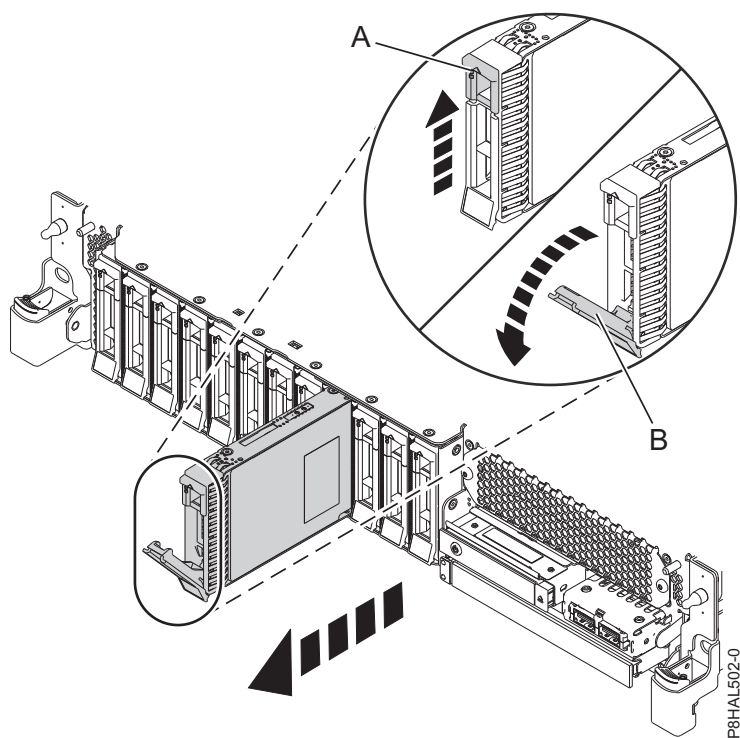
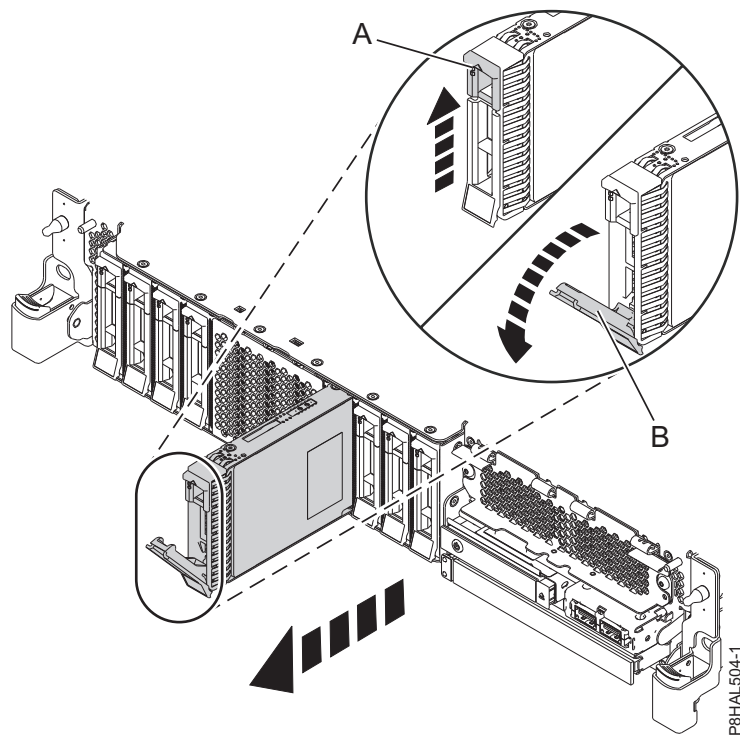

Figura 89. Extracció d'una unitat de disc d'un sistema de funció bàsica
Figura 90. Extracció d'una unitat de disc d'un sistema de funció expandida
3. Quan el LED d'identificació parpellegi, desbloquegeu la nansa de la unitat (**B**) fent pressió al pestell de la nansa (**A**) i estirant-lo cap a vosaltres, tal com es mostra a Figura 89 a la pàgina 91 i Figura 90 a la pàgina 91. Si la nansa encara no ha sortit del tot, la unitat d'estat sòlid no podrà lliscar fora del sistema.